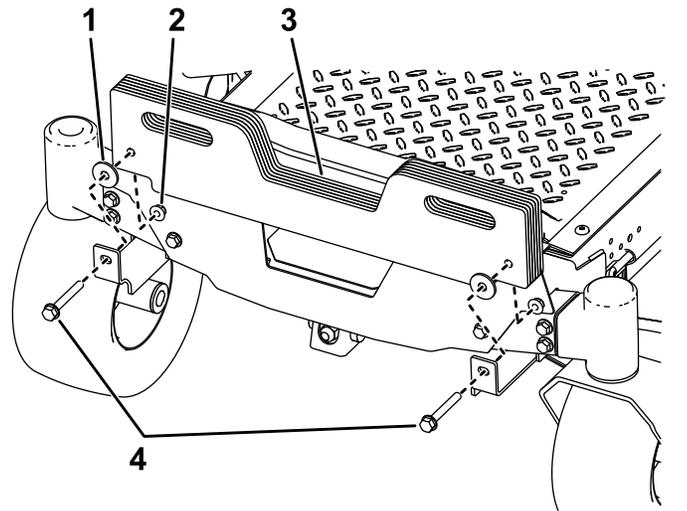

Figura 4
2. Instale los pesos de maletín en los soportes de montaje de los pesos con 2 pernos ( $\frac{5}{8}$ " x  $2\frac{3}{4}$ " ), 2 arandelas y 2 contratuercas ( $\frac{3}{8}$ " ), como se muestra en la Figura 4.